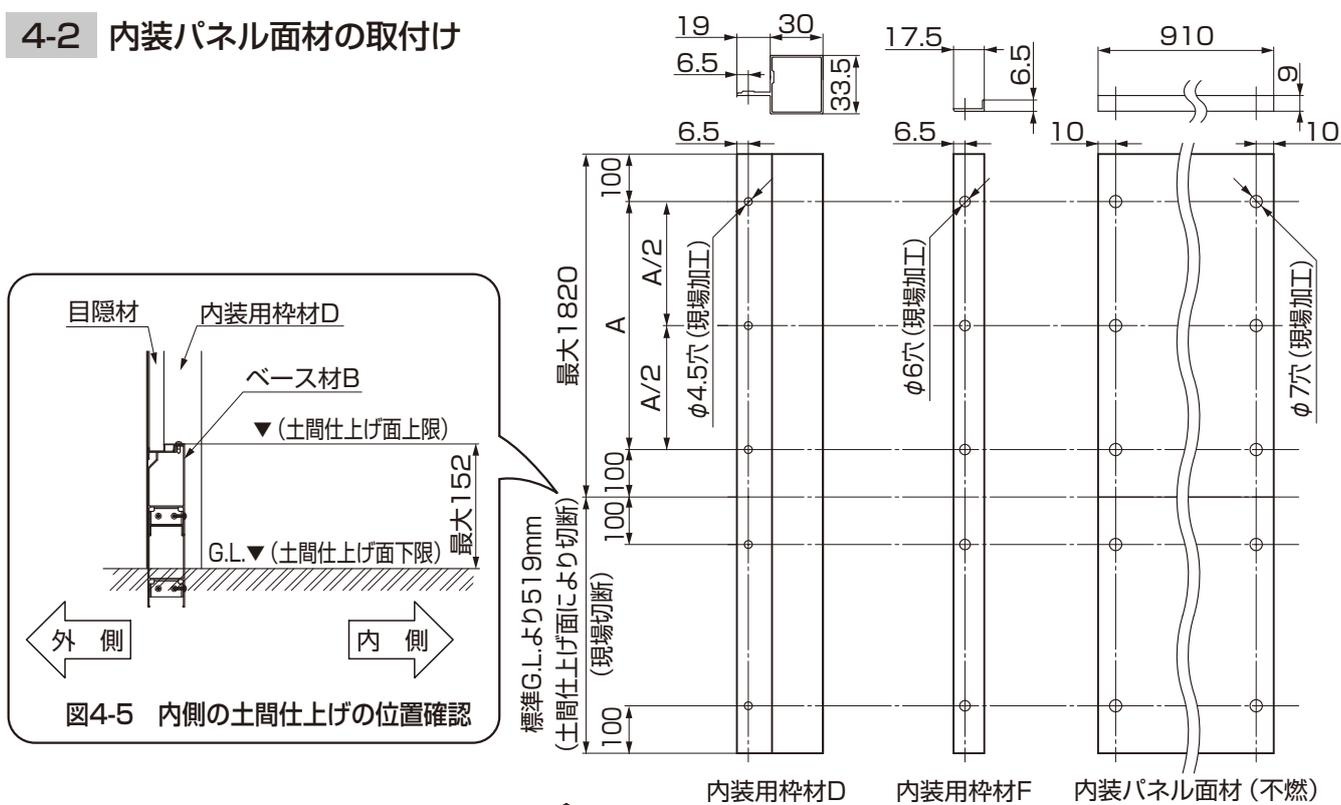
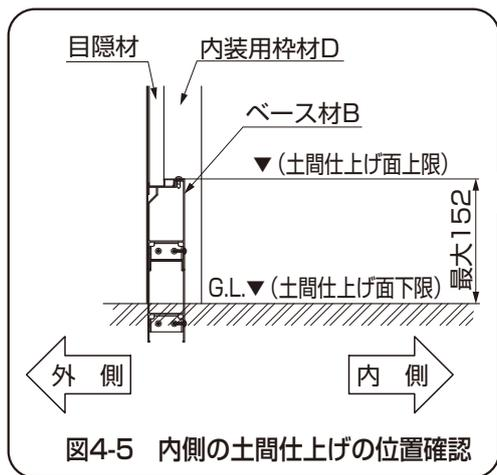

図4-4 内装パネル面材の部品の穴加工
図4-5 内側の土間仕上げの位置確認
(図4-4、図4-5参照)
- カウンターテーブルと同時取付けの場合は、カウンターテーブルの上方のみの取付けになります。その場合は、内装用枠材Dをカウンターテーブル天板の上面で切断してください。(図4-5参照)
- ②内装用枠材B(縦)に内装用枠材Dを突き当て、内装用枠材固定金具の穴位置にφ3.5の穴加工をしてください。